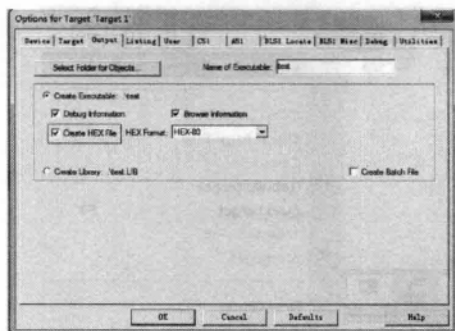

图 1-7 输出设置界面
2) 在 Output 选项中，单击选中 Create HEX file，如图 1-7 所示，默认此项未选。该项用于生成可执行代码文件，即可烧写入单片机芯片的 HEX 格式文件，在应用 Proteus 仿真时，需选中此项。